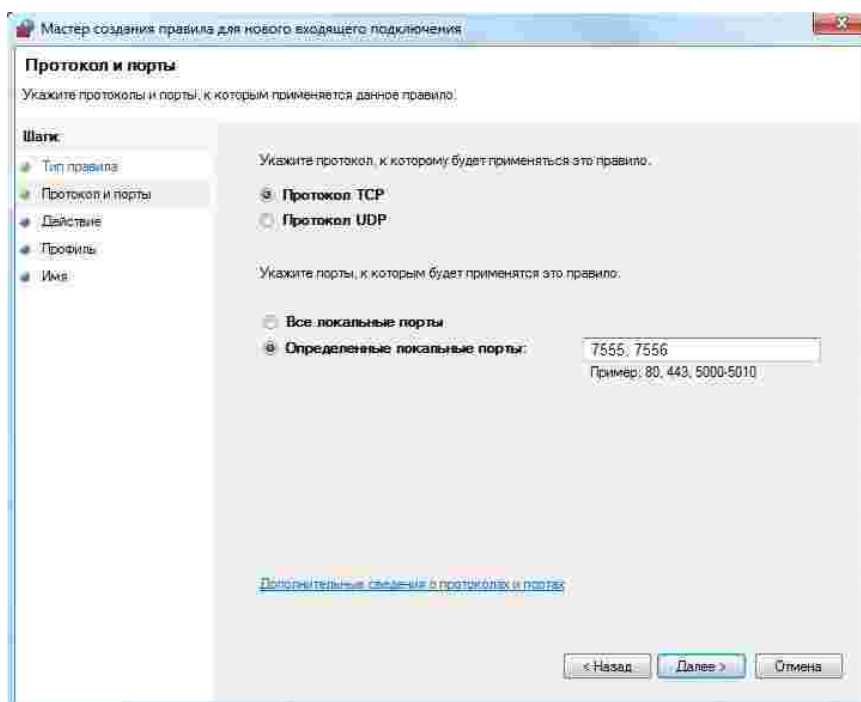

Рис. 51 Образец установки портов (7555, 7556)
4. Запишите заданные локальные порты (в примере на рисунке указаны порты 7555, 7556, которые используются по умолчанию), см. Рис. 51.